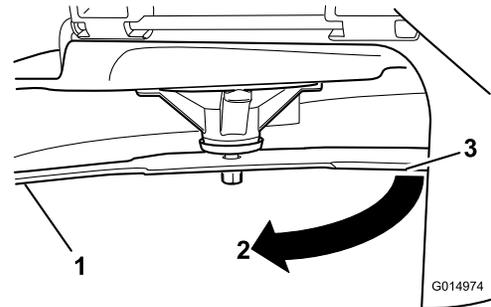

**Figura 74**
2. Indossando guanti dalla spessa imbottitura o altre protezioni idonee per le mani, ruotare lentamente la lama in una posizione che consenta di misurare la distanza tra il bordo di taglio e la superficie piana su cui si trova la macchina (Figura 74).